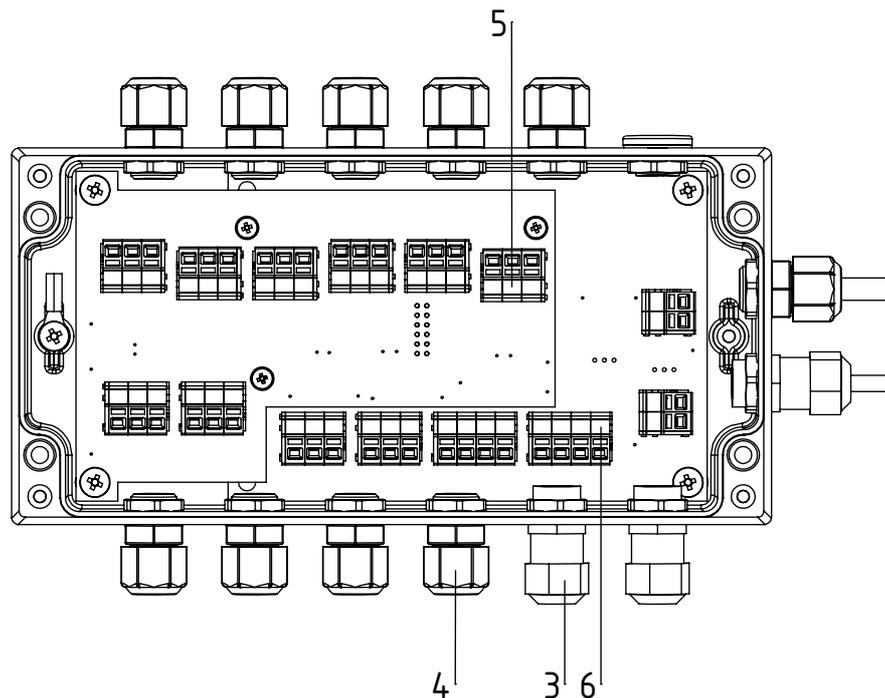

Abb. 3:
- Sensoren für die analoge Auswertung müssen über die metallischen Kabelverschraubungen (3, Abb. 3) in das Gehäuse geführt und über die 4-poligen Klemmen (6, Abb. 3) angeschlossen werden. Dazu müssen geschirmte Kabel mit beidseitig aufgelegtem Schirm verwendet werden (siehe Kapitel 3.4.1 "Analoge Sensoren", Seite 10).
Sensoren für die analoge Auswertung müssen über die metallischen Kabelverschraubungen (3, Abb. 3) in das Gehäuse geführt und über die 4-poligen Klemmen (6, Abb. 3) angeschlossen werden. Dazu müssen geschirmte Kabel mit beidseitig aufgelegtem Schirm verwendet werden.
Sensoren für die digitale Auswertung werden über die Kunststoff-Kabelverschraubungen (4, Abb. 3) in das Gehäuse geführt und über die 3-poligen Klemmen (5, Abb. 3) angeschlossen. Die Anzahl und Position der 3-poligen Klemmen variiert je nach Geräteausführung.